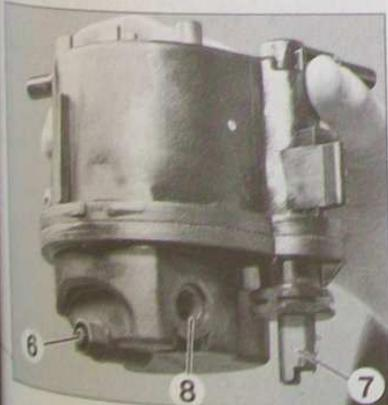

FIG. 31
- Ouvrir la vis de purge (6) (Fig.31).
- Déconnecter le réchauffeur de combustible (7) et le capteur de présence d'eau (8) si équipé (Fig.31).